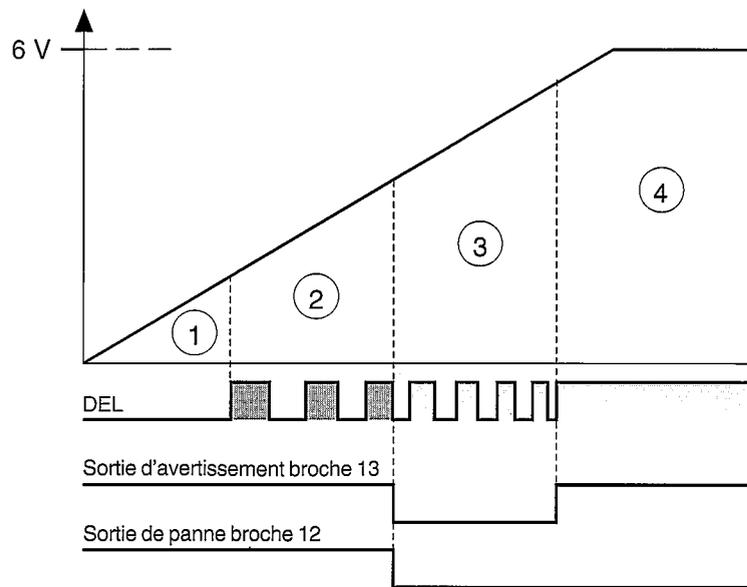

Fig. 41 Réglage des DDLS
- Effectuer un réglage fin avec un voltmètre à affichage digital. Brancher le voltmètre sur la DDLS 2 (broche 24 et broche 10) et mesurer la tension analogique. Régler le DDLS 1 jusqu' à ce que la tension soit d'environ 5,8 à 6 V (tenir compte de la Fig. 41).